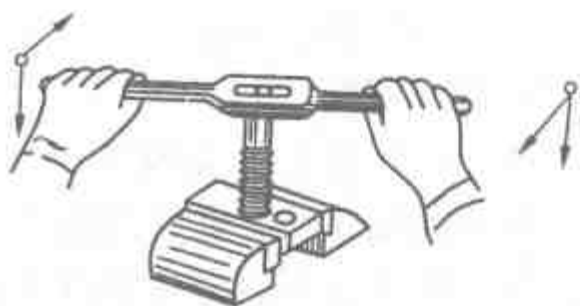

图 2-17 丝锥自然旋转
(4) 当丝锥的起削刃切进后，两手不必再施加压力，丝锥可随铰杠的旋转自然旋进切削。此时，两手旋转用力要均匀，要经常倒转 $1/4 \sim 1/2$ 圈，使切屑碎断后容易排除，避免因切屑阻塞而使丝锥卡住，如图 2-17 所示。
(5) 攻螺纹时必须按头锥、二锥、三锥顺序攻削至标准尺寸。换用丝锥时，先用手将丝锥旋入已攻出的螺孔中，待手转不动时，再装上铰杠继续攻螺纹。